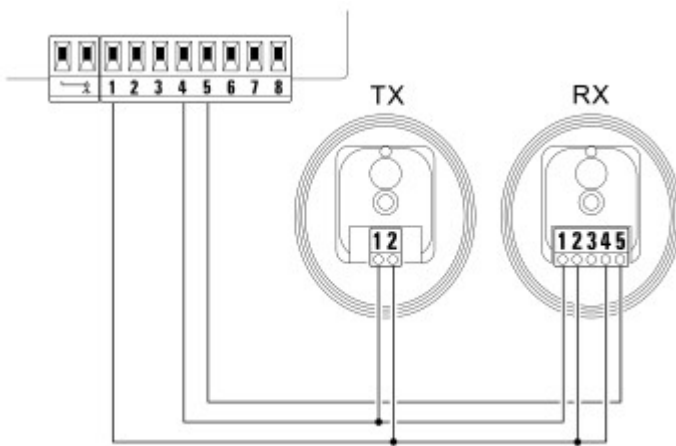

Fig. 29
- **Collegamento senza funzione "Fototest" (fig. 29 – 30):**